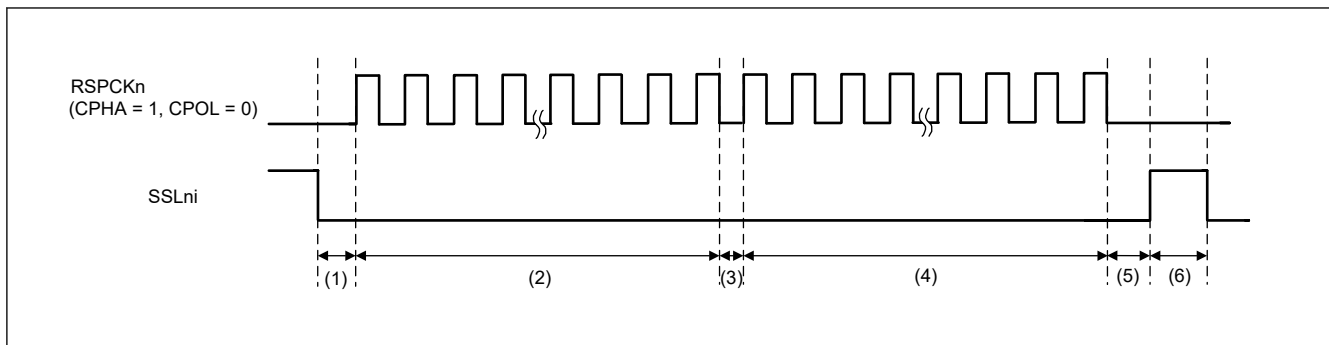

図 33.58 SSLKP ビットを利用したバースト転送の動作例 (BFDS = 1、SPFRF = 0)
図 33.58 に、SPCMD0 および SPCMD1 レジスタの設定値を使用してバースト転送を実現した場合の SSLni 信号の動作例を示します。以下では、図 33.58 に示す (1)~(6) の SPI の動作内容について説明します。SSLni 出力信号の極性は、SPCR3.SSLnP (n = 0~3) ビットの設定値で決まります。